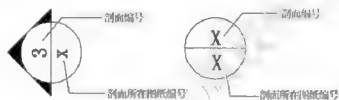

图1-20
(2) 剖切索引符号:用来表示剖切面在界面上的位置或图样所在的图纸编号。剖切索引符号如图1-20所示。